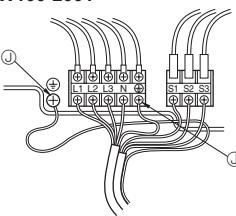

Fig. 7-2
7.1. Unidad exterior (Fig. 7-1, Fig. 7-2)
① Extraiga el panel de servicio.
② Tienda los cables de acuerdo con la Fig. 7-1 y Fig. 7-2.